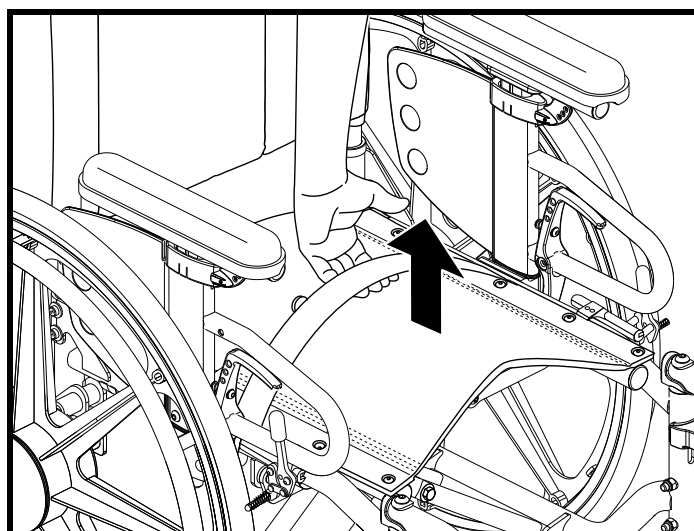

Figure 8. Repliage du Litestream XF LTD RQ
4. Tirez sur la toile du siège afin de ramener les roues ensemble. Voir la figure 8.